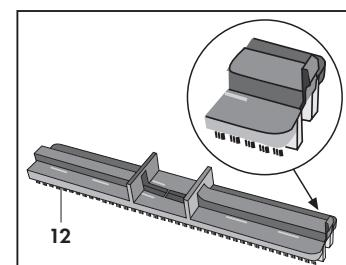

Fig. 15
- Châssis avec élément en caoutchouc intercalaire pour l'aspiration de la vapeur et/ou du détergent sur les surfaces dures (**Fig. 15**).